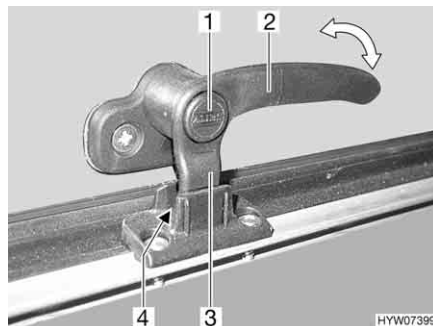
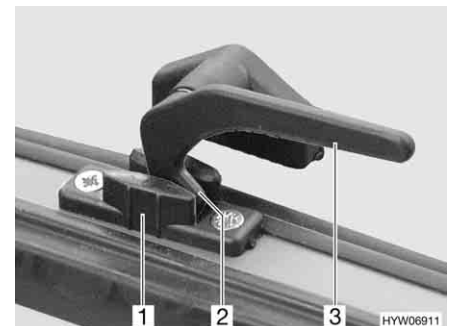

Bild 59 Verriegelungshebel mit Sicherungsknopf in Stellung "Dauerbelüftung"
Bild 60 Verriegelungshebel in Stellung "Dauerbelüftung"
- in Stellung "Dauerbelüftung" (Bild 59 und Bild 60)
- Wenn vorhanden, Sicherungsknopf (Bild 59,1) drücken und gedrückt halten.
- Den Verriegelungshebel (Bild 59,2 oder Bild 60,3) eine viertel Umdrehung zur Fenstermitte hin drehen.
- Den Verriegelungshebel wieder zurückdrehen. Die Verriegelungsnase (Bild 59,3 oder Bild 60,2) am Verriegelungshebel dabei in die Aussparung der Fensterverriegelung (Bild 59,4 oder Bild 60,1) einfahren.
- Wenn vorhanden, Sicherungsknopf (Bild 59,1) loslassen.